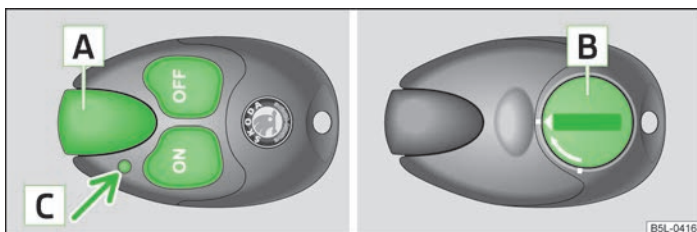

Fig. 93 Încălzirea suplimentară: Telecomanda
- > Pentru activare, apăsați tasta **ON** » fig. 93.
Raza de acțiune eficientă este de până la 600 m dacă bateriile sunt încărcate. Pentru pornirea sau oprirea încălzirii suplimentare, mențineți telecomanda verticală, cu antena **A** » fig. 93 orientată în sus. Nu este voie să se acopere antena cu degetele sau cu palma. Obstacolele dintre telecomandă și autovehicul, condițiile meteorologice proaste și bateria descărcată pot diminua considerabil raza de acțiune.
După apăsarea unei taste, lampa de control **C** » fig. 93 din telecomandă indică dacă semnalul transmis de la telecomandă a fost recepționat de sistemul de încălzire suplimentară și dacă bateria telecomenzii este încărcată suficient.
Când lampa de control a telecomenzii indică o baterie slabă sau descărcată **C** » fig. 93 la pagina 91, aceasta trebuie înlocuită. Bateria este amplasată pe spatele telecomenzii, sub un capac **B** » fig. 93 la pagina 91.